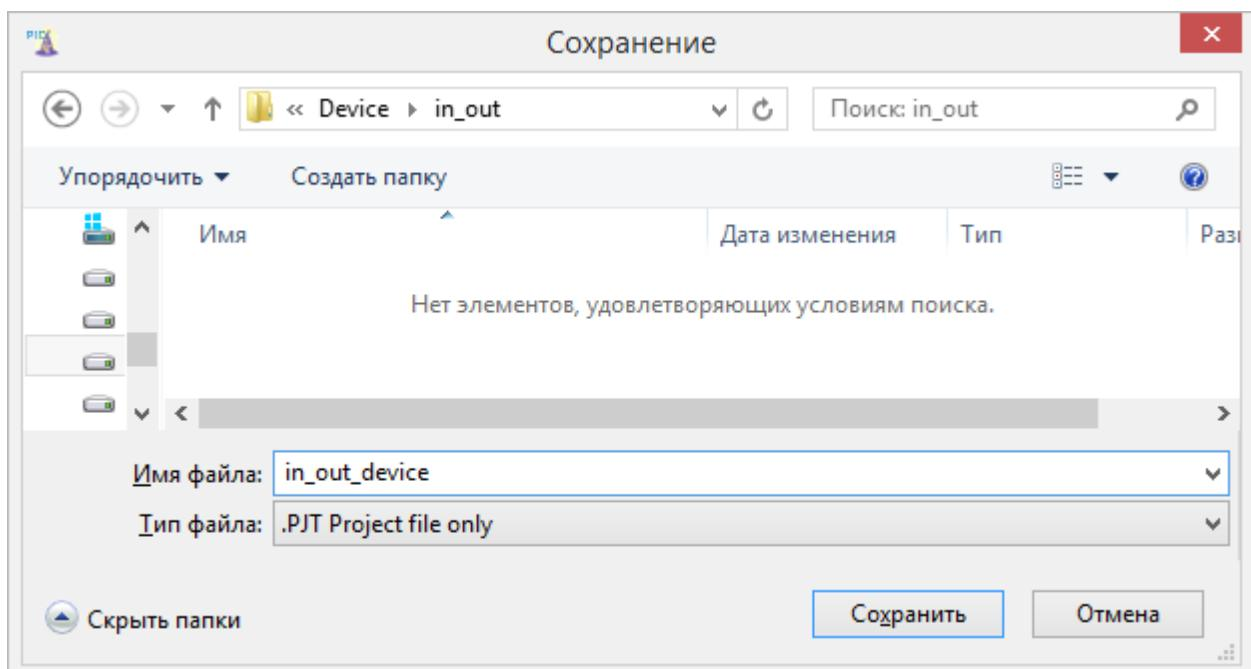

Рисунок 3.1.3 – Процес створення проекту у **IDE PCWH**
3. Створити або вибрати свій директорій і записати у нього проект під будь-яким іменем латинським шрифтом, наприклад: «**in\_out.pjt**» (рис. 3.1.3):